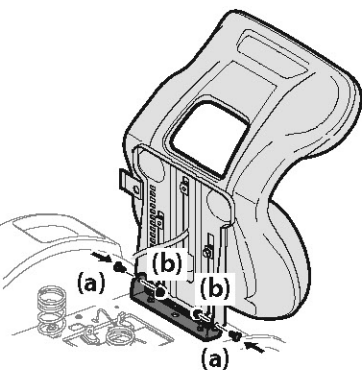

Figura 3
4. Luego, con los tornillos con reborde (a) y las tuercas de seguridad con brida (b) previamente quitados, asegure un lado del asiento y soporte del asiento. Mientras sostiene el asiento, quite el destornillador Phillips y asegure el otro lado del asiento. Tenga cuidado de no doblar o dañar el mazo de cables mientras instala el asiento. Consulte la Figura 3. Ajuste hasta 84-103 pulgadas-libras (9.5-11.6 N-m).